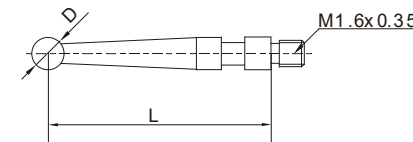

fig.6
4. Cada tipo de indicador de prueba de dial tiene una longitud específica de palpador (L, fig. 6). Si la longitud no es correcta, se producirá un error de medición. Consulte la siguiente tabla para elegir los palpadores correctos.